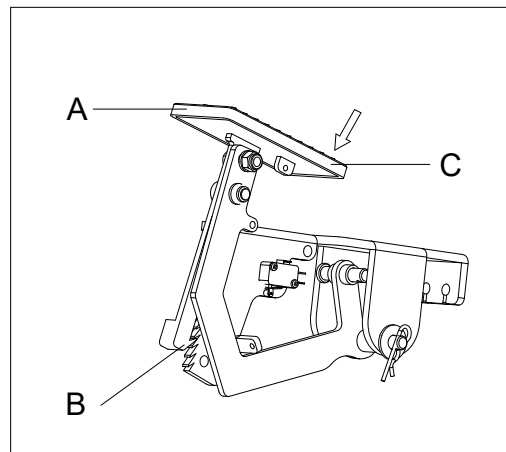

Figura 11
1. Acționați frâna de mână apăsând pe partea din față a pedalei (A, Figura 11) și cuplând maneta (B, Figura 11).
2. Decuplați frâna de mână apăsând pe partea din spate a pedalei (C, Figura 11) și eliberând-o.